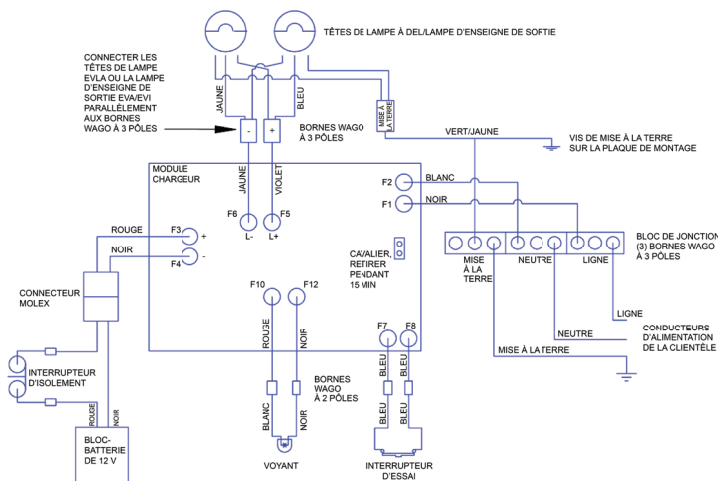

Figure 3. Schéma de câblage
4. Brancher le fil bleu de la lampe au fil violet (L+) de la carte du chargeur en utilisant la borne Wago à 3 pôles, puis brancher le fil jaune de la lampe au fil jaune (L-) de la carte du chargeur. Voir les figures 3 et 4.
EDS2129 ou EDCS2129 – Interrupteur d'isolement désigné monté à distance (non fourni). Installer en suivant les instructions fournies avec l'interrupteur d'isolement EDS2129 ou EDCS2129. Effectuer un câblage en série en suivant le schéma de câblage illustré à la figure 3. Pour brancher les fils de l'interrupteur d'isolement, couper le fil rouge de la batterie et attacher un connecteur de fil homologué à chaque extrémité (300 V minimum). Suivre l'étape 16 pour poursuivre le raccordement du câblage d'alimentation.